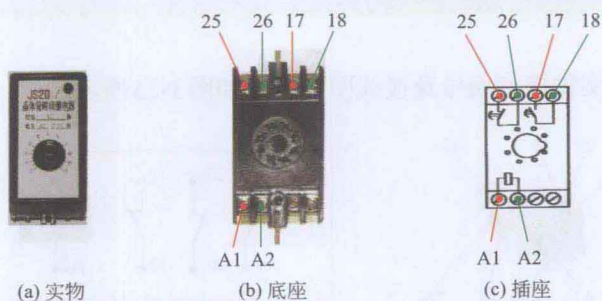

图 1-22 KT 晶体管时间继电器实物接点编号
③ KT 晶体管时间继电器实物接点编号如图 1-22 所示。